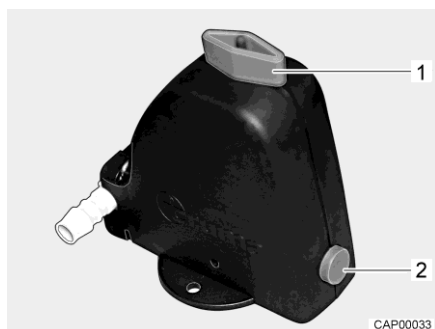

Bild 189 Säkerhets-/avtappningsventil (Truma)
- Öppna säkerhets-/avtappningsventilen (Truma). Vrid då vredet (Bild 189,1) mot säkerhets-/avtappningsventilen. Tryckknappen (Bild 189,2) skjuts ut.